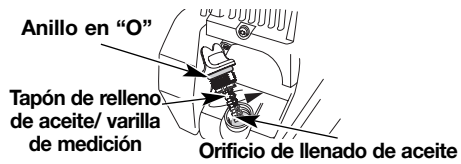

Fig. 9
3. Saque el tapón de aceite/ varilla de medición del cigüeñal (Fig. 9).
4. Vierta todo el contenido de la botella de aceite en el cigüeñal (Fig. 9).